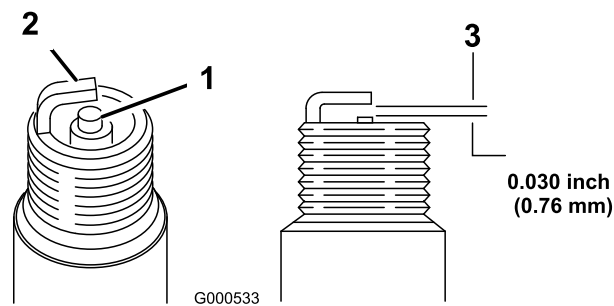

Figura 20
5. Ajuste el espacio entre los electrodos a 0,76 mm (0,030 pulgadas); consulte Figura 20.